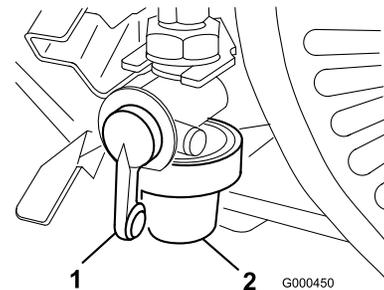

Bild 32
1. Schließen Sie den Kraftstoffhahn und schrauben Sie die Glocke vom Filter ab (Bild 32).